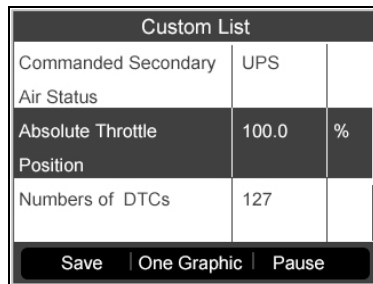

Figure 6.12
- 4) Appuyer sur le bouton **Y** pour afficher les PID sélectionnés. (Figure 6.12)